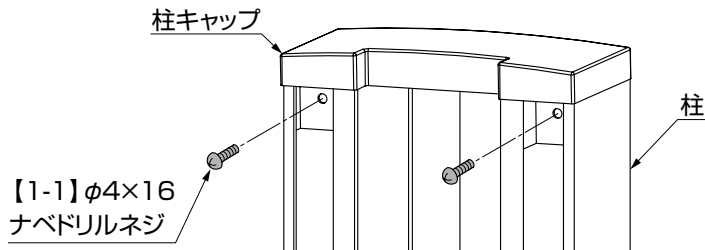

図7-1
- ①「アルシャイン 柱セット」に同梱の【1-1】にて、柱に柱キャップを固定してください。（図7-1参照）